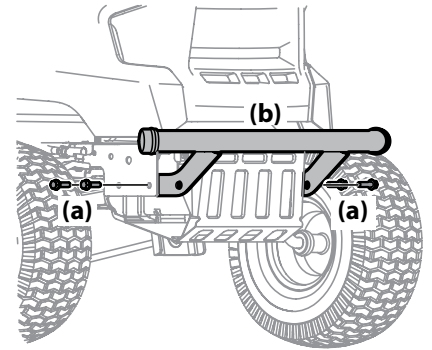

Figura 2-17
2. Coloque los soportes del paragolpes hacia el interior del bastidor del tractor y fíjelos en su lugar con los cuatro tornillos hexagonales con reborde (a). Vea la Figura 2-17.